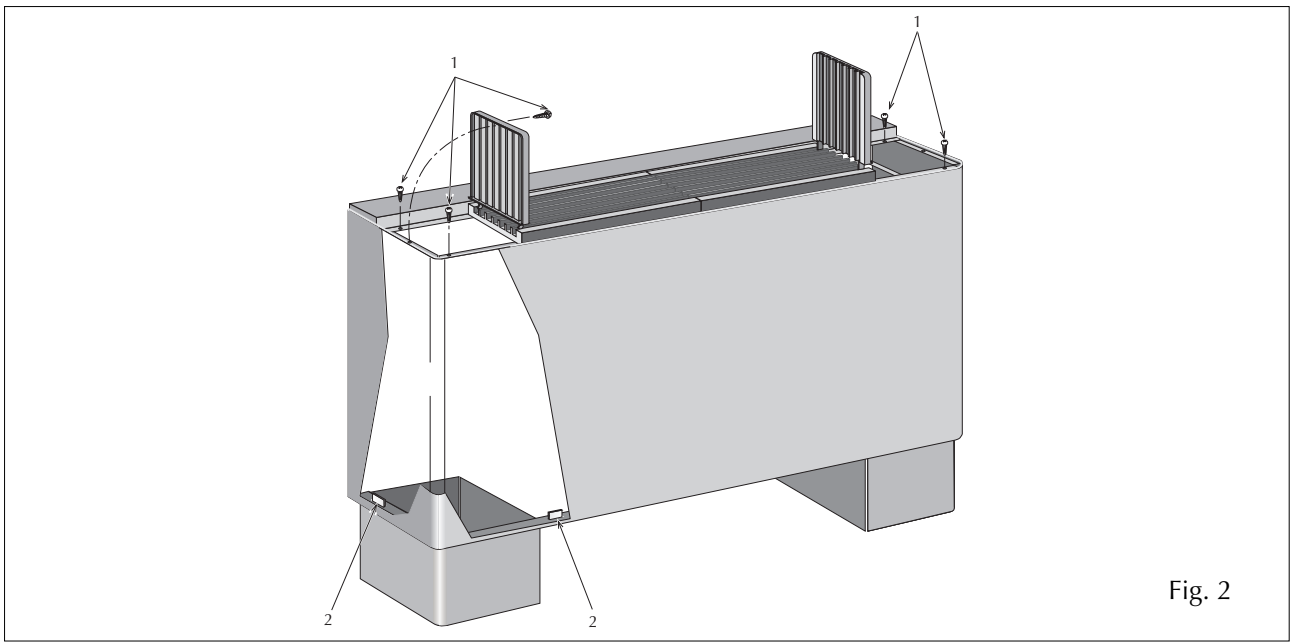

Fig. 2
a) Rimuovere il condizionatore dall'imballo, togliere il mobile di copertura allentando le viti (1 fig.2), sfilando il mobile dai ganci (2 fig.2).
a) Remove the unit from the packing; remove the screws (1 fig.2) then the cover, sliding it out from the clips (2 fig.2).